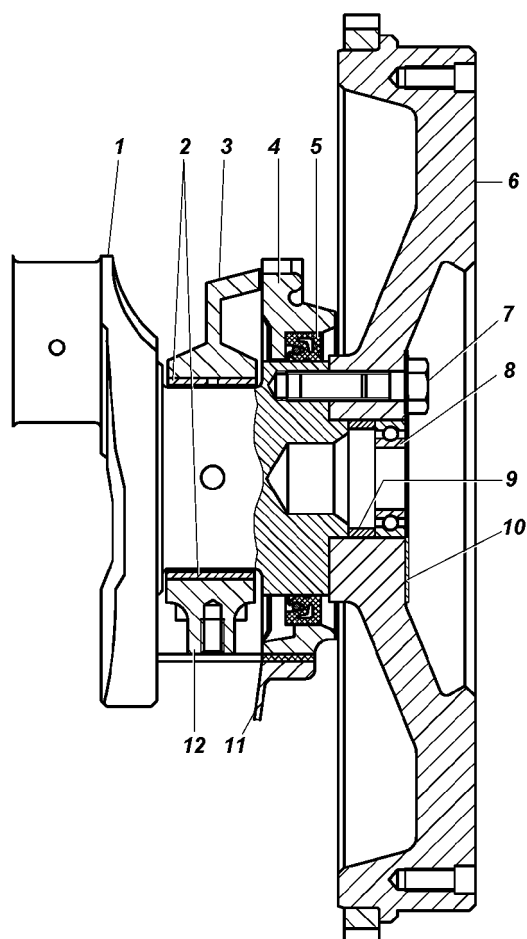

Рис. 4.124. Задний конец коленчатого вала:
- снимите задний сальникдержатель 4 (рис. 4.124);
- снимите крышки коренных подшипников (рис. 4.124, 4.125, 4.126) коленчатого вала вместе с вкладышами и упорными полушайбами, проверив правильность меток на крышках;